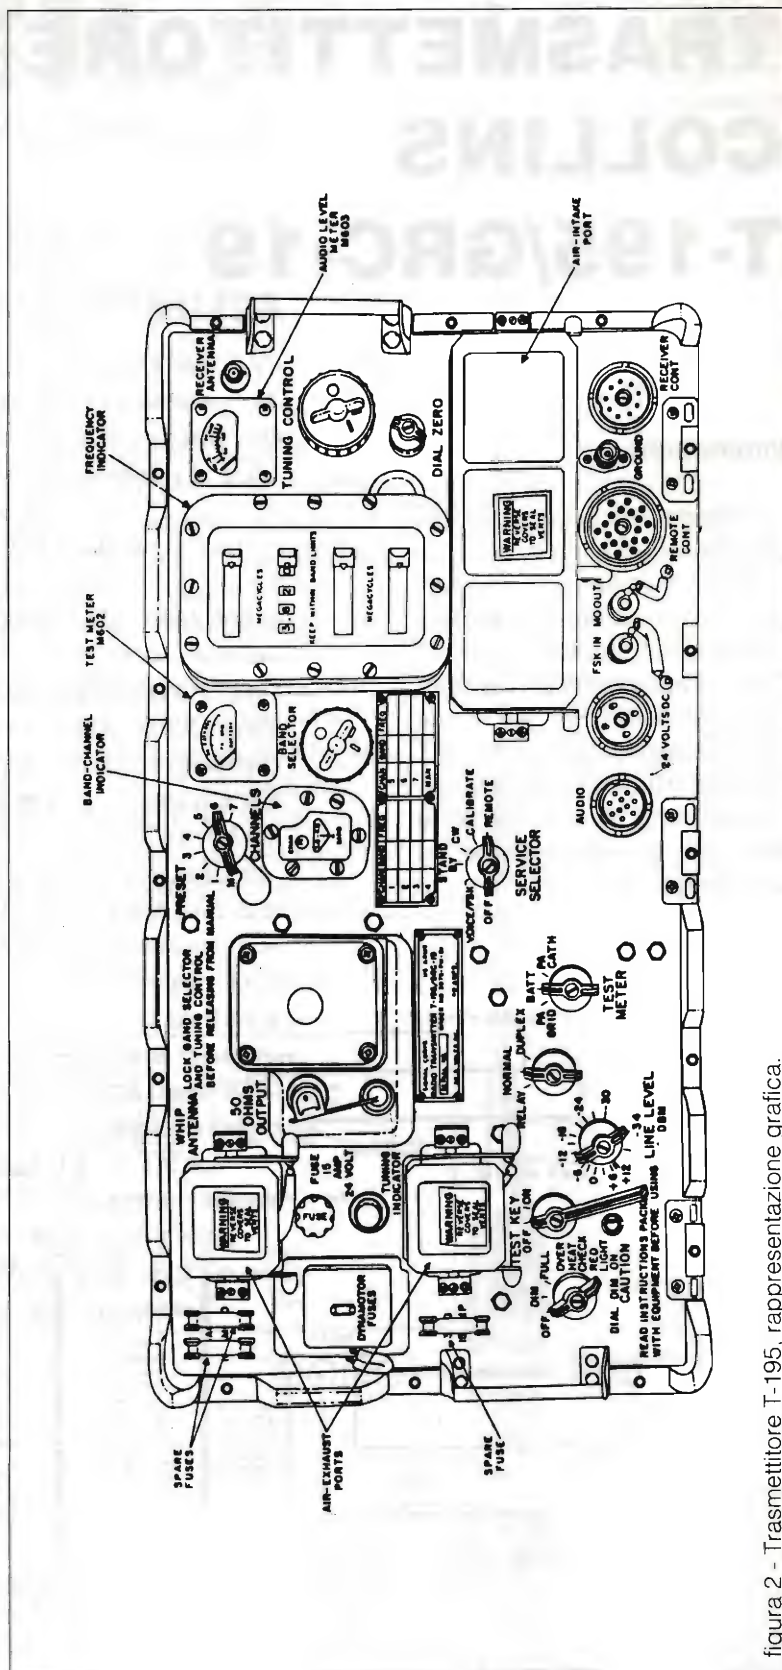

figura 2 - Trasmettitore T-195, rappresentazione grafica.
- RADIO TRANSMITTER T-195 (v. figura 2, 3)